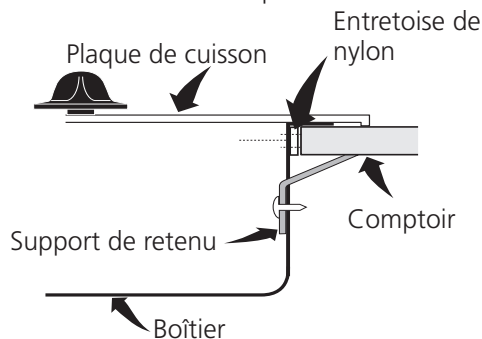

Figure 12
3. Une fois l'unité installée dans l'ouverture, vous devez la fixer tel que montré à la figure 12.